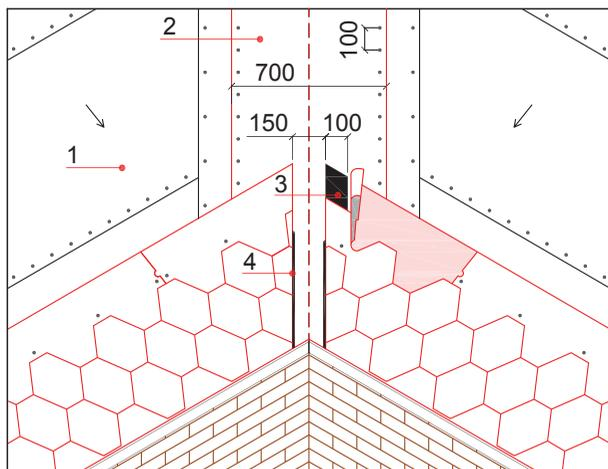

Рис. 5
1.5.2. В ендове черепицу обрезают таким образом, чтобы вдоль оси ендовы оставалась открытой полоса ендового ковра шириной 150 - 200 мм (см. Рис. 5). При отрезании черепицы во избежание повреждения ендового ковра под черепицу подкладывают лист фанеры. Каждый ряд черепицы приклеивается к ендовому ковра кровельным клеем ICOPAL, швы герметизируют клеем-герметиком ICOPAL.